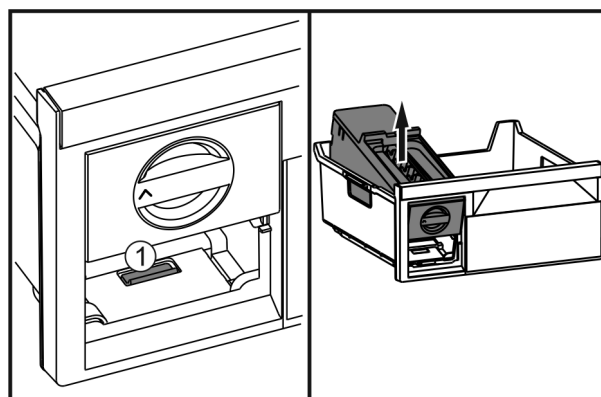

Fig. 37
- ▶ Premere la linguetta Fig. 37 (1), sollevare EasyTwist-Ice da dietro ed estrarlo dal cassetto del congelatore.